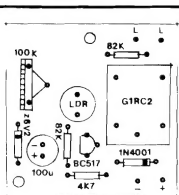

Fig. 4
- **FIG. 4 - "CHAPEADO DA MONTAGEM** - Com o Impresso pronto e conferido, o Leitor/Hobbysta pode passar à inserção e soldagem das peças, guiando-se pelo "chapeado", que mostra (ainda em tamanho natural...) o lado não cobrado da placa, com todos os componentes devidamente estilizados, claras indicações dos seus códigos, valores, polaridades e outros dados visualmente importantes... Atenção à colocação das peças **polarizadas**, quais sejam: o BC517 (lado chato voltado para o resistor de 82K...), os dois diodos (zener e comum), com suas extremidades de **cabo** nitidamente marcadas pelas faixas ou anéis em cor contrastante, e o capacitor eletrolítico (também com a polaridade de seus terminais claramente indicada na figura e no próprio corpo do componente...). O relê também tem posição única e certa para inserção e ligação, porém, no caso, a própria "assimetria" dos pinos evita que sejam "enfiados" em "buracos errados"... Se, contudo, o Leitor/Hobbysta estiver utilizando outro relê, que não o especificamente sugerido na LISTA DE PEÇAS (embora eletricamente equivalente...), eventualmente poderá ser necessária uma modificação na disposição de ilhas e pistas respectivas, no traçado do Impresso, de modo a adequar as condições puramente mecânicas de ligação... Finalmente, quanto aos resistores comuns, cuidado para não inverter seus valores em função das po-